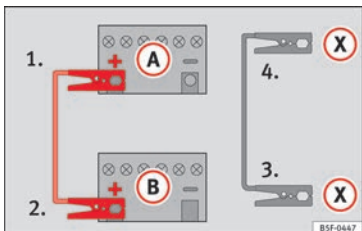

Abb. 75 Anschlusschema für Fahrzeuge mit Start-Stopp-System.
- 4b. Bei Fahrzeugen mit Start-Stopp-System: ein Ende des schwarzen Starthilfekabels (X) an einen geeigneten Masseanschluss, ein massives, fest mit dem Motorblock verschraubtes Metallteil oder an den Motorblock selbst anklemmen » » Abb. 75.
5. Klemmen Sie das andere Ende des schwarzen Starthilfekabels (X) im Fahrzeug mit der entladenen Batterie an ein mit dem Motorblock verschraubtes, massives Metallteil oder an den Motorblock selbst, aber so weit wie möglich von der Batterie (A) entfernt an.